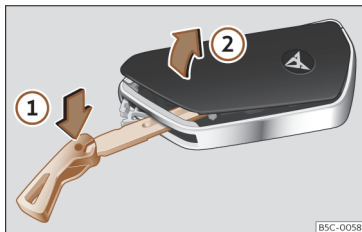

Fig. 77 Chave do veículo: abrir a tampa do compartimento da pilha.
- Introduza o palhetão na ranhura»» Fig. 77, pressione no sentido da seta ① e solte a tampa fazendo alavanca ②.